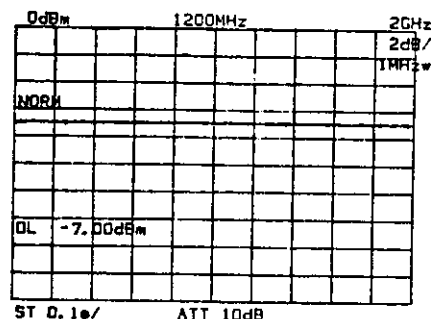

図 3-26 ノーマライズ
③③ □, ⑦ □ と押しますと測定系の周波数特性が補正され、管面に“NORM”が表示され、スルー波形はディスプレイ・ラインと一致します(図3-26)。